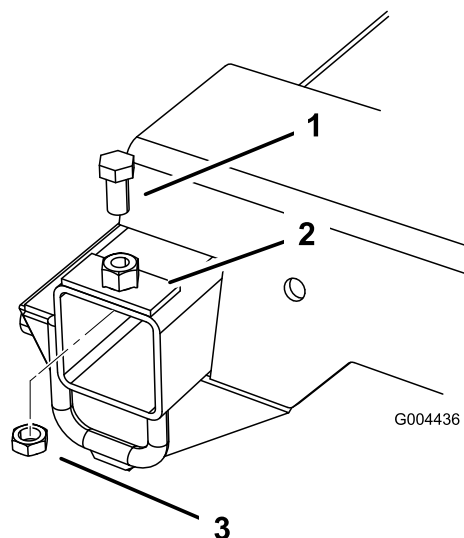

Figura 4
3. Coloque a placa por cima do orifício perfurado na estrutura e prenda-a no lugar utilizando o parafuso (1/2 x 1 pol.) e a porca de bloqueio (1/2 pol.); consulte Figura 4.